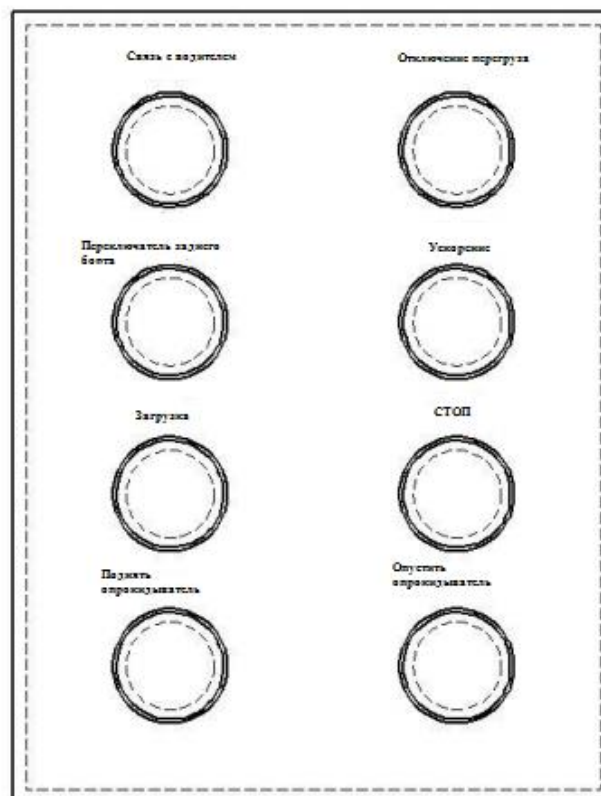
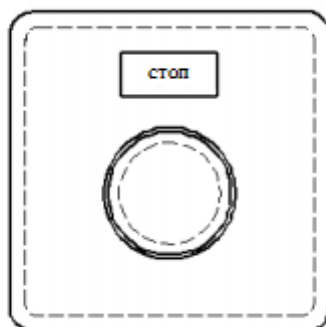

Рис.7 Кнопки управления на панели справа уплотнительного отсека мусоровоза
Рис.8 Кнопка «СТОП» слева уплотнительного отсека мусоровоза
После завершения рабочего цикла, операция прекратится автоматически. При возникновении необходимости остановки работы в процессе выполнения рабочего цикла, нажать на кнопку «СТОП» (рис.7 или рис.8), рабочий цикл будет завершен.
2. *В режиме автоматического управления:* после того как опрокидыватель контейнеров захватит мусорный бак, нажать на кнопку «Поднять опрокидыватель», которая располагается с правой стороны уплотнительного отсека мусоровоза (как изображено на рис.7). Рычаг опрокидывателя автоматически поднимет и перевернет мусорный контейнер. После того, как мусор будет высыпан в кузов, нажать на кнопку «Опустить опрокидыватель», рычаг опрокидывателя автоматически опустит и перевернет контейнер.